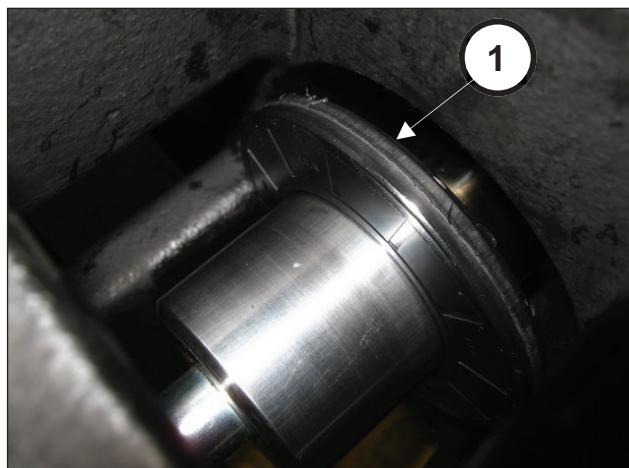

Рис. 37
Прокручивайте шестерню, пока зубец инструмента полностью не войдет в сальник (поз. ①, Рис. 36). Продолжайте вращать шестерню до полного извлечения масляного уплотнения (поз. ①, Рис. 37).